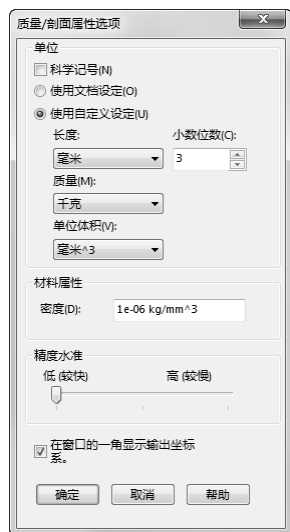

图 8-18 “质量/剖面属性选项”对话框
2) 单击“质量属性”对话框中的“选项”按钮,系统弹出“质量/剖面属性选项”对话框,如图 8-18 所示。选择“使用自定义设定”单选按钮,在“材料属性”选项组的“密度”文本框中可以设置模型实体的密度。